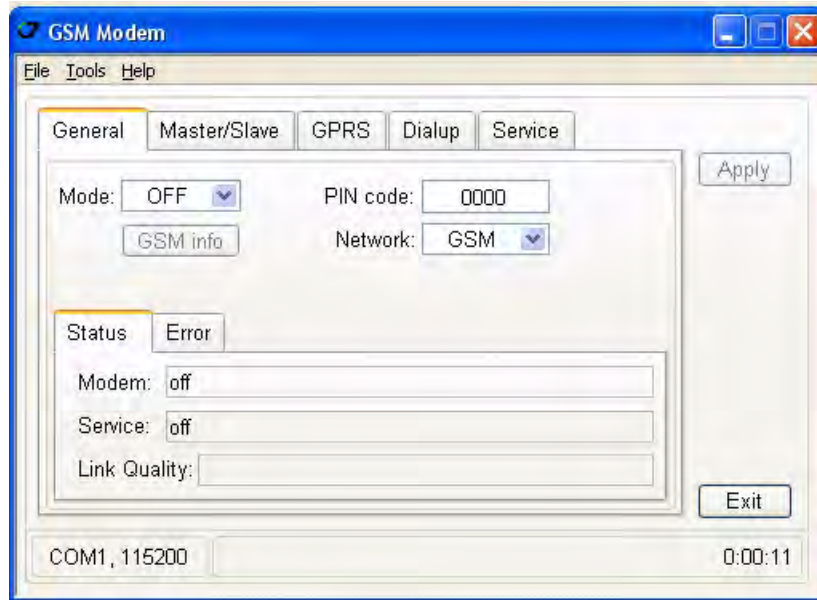

Рисунок 3-4. Закладка General
1. В закладке *General* настройте следующие параметры (Табл. 2) и нажмите *Apply* (Рисунок 3-4 на стр. 45).
- В закладке *Master/Slave* настройте следующие параметры (Табл. 3) и нажмите *Apply* (Рисунок 3-4 на стр. 45).